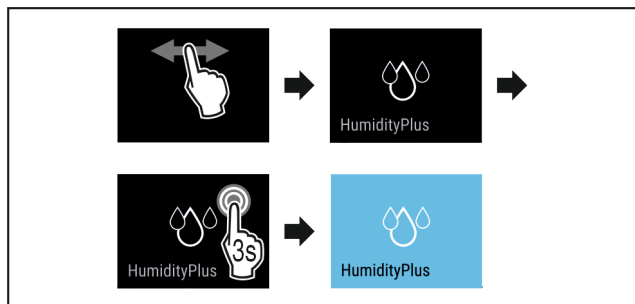

Fig. 12
- ▶ Провести етапи операцій (див. Fig. 12).